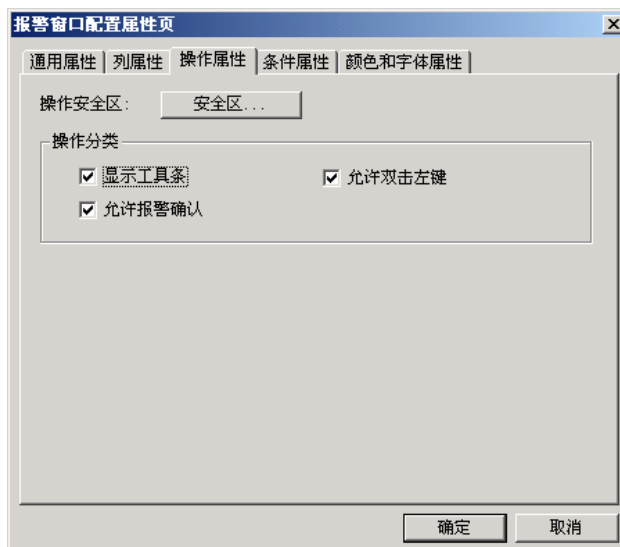

图 4-21 操作属性页窗口
- 操作属性页：报警窗口中的“操作属性页”对话框，如图 4-21 所示。在此属性页中您可以对操作者的操作权限进行设置。单击“安全区”按钮，在弹